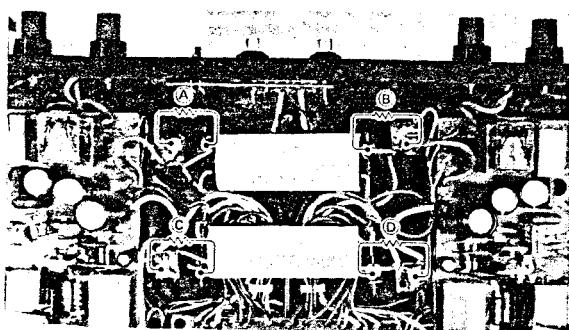

Fig. 6 Abb. 6
- (1) Be sure to observe the following for inspection and repair of PW Boards. Cut off the power supply, remove the bottom plate after removing the power cord, keep the resistors (approx. 10 ohms, 5W) in contact with positions (A), (B), (C), (D) of the power capacitors shown in Fig. 6 to discharge.
- (2) Do not touch the terminals of nearby parts with a DC voltmeter when connecting it for adjusting the idle current as malfunction may result. Handle the DC voltmeter carefully. Wind insulating tape around the screwdriver.
- (1) Bei Inspektions- und Reparaturarbeiten an den Leiterplatten die folgenden Punkte beachten:
Netzkabel abtrennen, Bodenplatte abnehmen und die Widerstände (ca. 10 Ohm, 5 W) in Kontakt mit den Positionen (A),(B),(C) und (D) der in Abb.6 gezeigten Kondensatoren halten, um diese zu entladen.
- (2) Darauf achten, daß die Klemmen benachbarter Teile nicht mit den Anschlüssen des Gleichspannungsmessers berührt werden, wenn dieser für die Messung des Blindstromes angeschlossen wird, da es ansonsten zu Störungen kommen könnte. Den Gleichspannungsmesser vorsichtig behandeln. Isolationsband gegebenenfalls um den Schraubenzieher wickeln.
- (1) Suivre les instructions suivantes au moment d'effectuer des opérations d'inspection et des réparations sur les plaquettes à circuits imprimés.
Couper tout d'abord l'alimentation, déposer la plaque inférieure après avoir débranché le cordon secteur, maintenir les résistances (environ 10 ohms, 5W) en contact avec les positions (A), (B), (C) et (D) des condensateurs d'alimentation représentés sur la figure 6 pour les décharger.
- (2) Ne pas toucher les bornes proches des condensateurs avec les sondes d'un voltmètre à courant continu au moment du branchement pour le réglage du courant déwatté car ceci peut provoquer des détériorations. Manipuler délicatement le voltmètre à courant continu. Isoler la tige du tournevis.